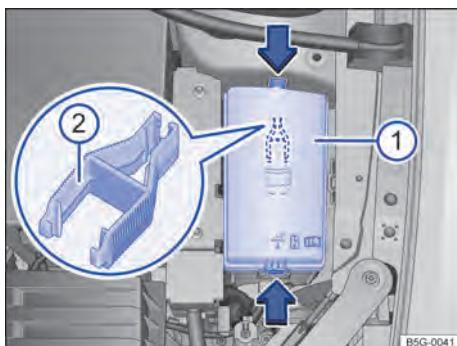

Fig. 139 No compartimento do motor: cobertura 1 da caixa de fusíveis com pinça de plástico 2.
- Pressionar as travas no sentido da seta → Fig. 139 1, para destravar a cobertura da caixa de fusíveis.
No lado interno da cobertura da caixa de fusíveis no compartimento do motor pode haver uma pinça de plástico → Fig. 139 2 para a retirada dos fusíveis.